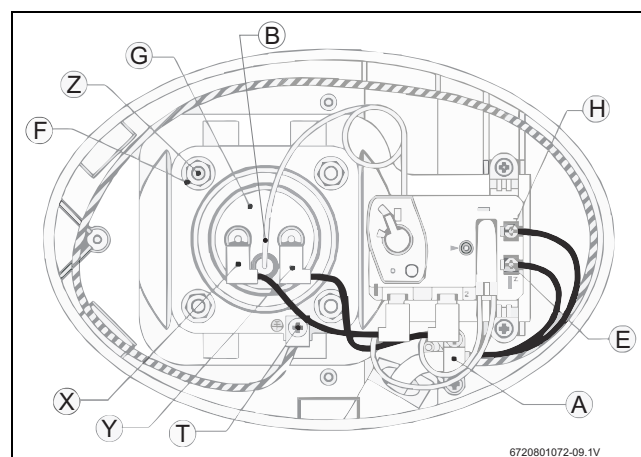

Fig. 10
- Retire la placa protectora frontal y desconecte los bornes X, Y y T (Fig. 10).
- Destornille las cuatro tuercas de retención F del elemento de calentamiento (Fig. 10).
- Retire el sensor de temperatura del termostato del aljibe [B] situado en el cuerpo del elemento (Fig. 10).